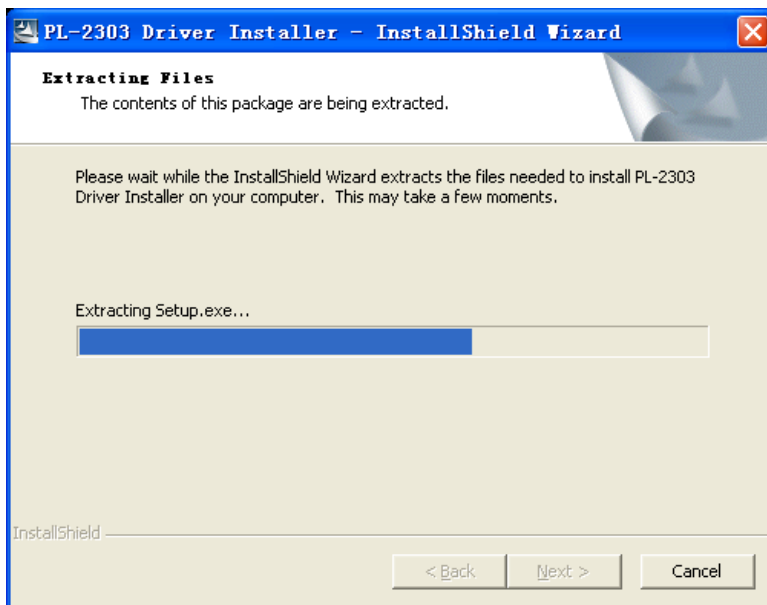

图 38
a. 进入itRob产品配套光盘中的目录<IR-1401>，再进入<AutoSetupSetup>目录，运行自动安装程序PL-2303 Driver Installer.exe，安装程序自动解压，并自动开始安装过程，如图38、39所示：